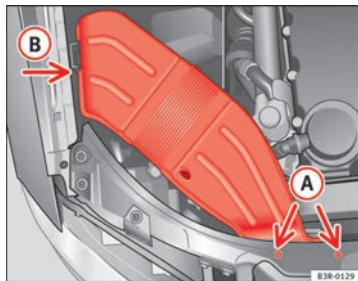

Fig. 205 Conducción de ventilación en el lado derecho del vehículo
- Desenrosque los tornillos (A) ⇒ fig. 205.
- Separe la conducción de ventilación de la guía (B) y extráigala. ■